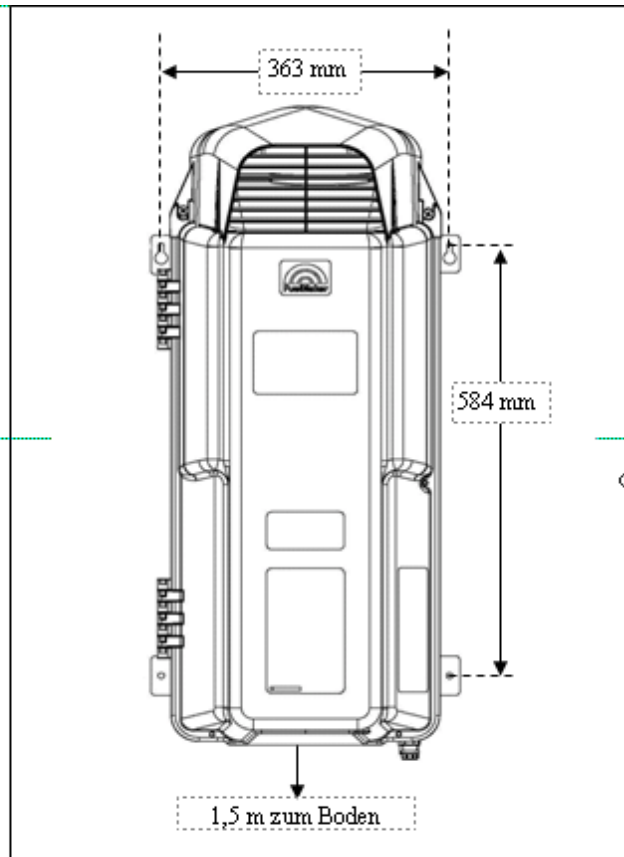

Abbildung 6 Montageausmaße
1. Bestimmen und markieren Sie die korrekte Position der Bohrlöcher für die Wandbügel (siehe Abbildung 6). Vergewissern Sie sich, dass der Gradabstand von 1,5 m des Phill-Gerätes eingehalten wird.